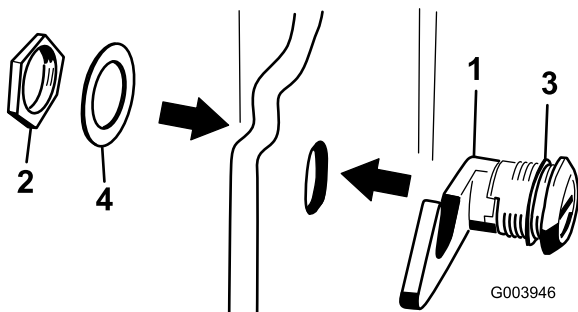

図 17
3. フード・ラッチ・アセンブリからナットを取り外す (図 17)。